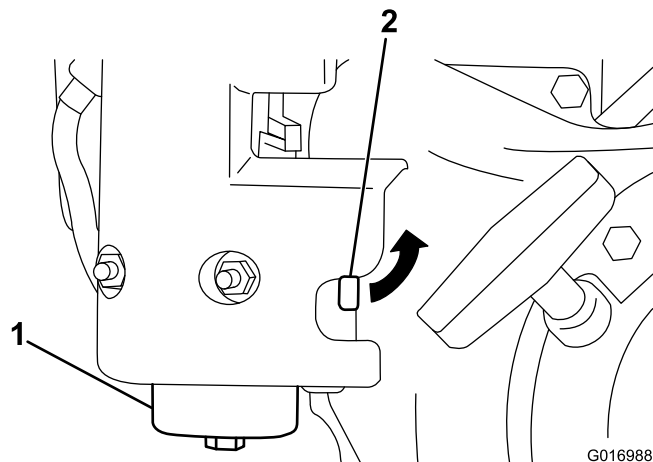

Bild 29
1. Schließen Sie den Kraftstoffhahn und schrauben Sie die Glocke vom Filtergehäuse ab (Bild 29).